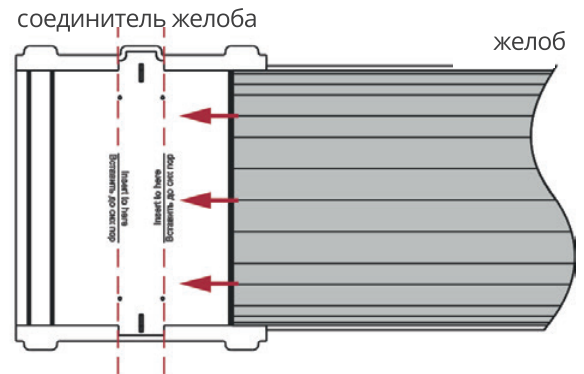

Рисунок 9
2. Желоба необходимо вставлять в фитинги (воронка, соединитель желобов, углы желоба) до отметки «Вставить до сих пор» (Рис. 9).